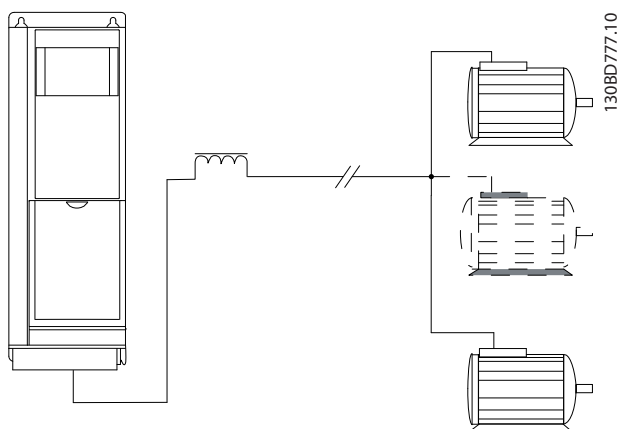
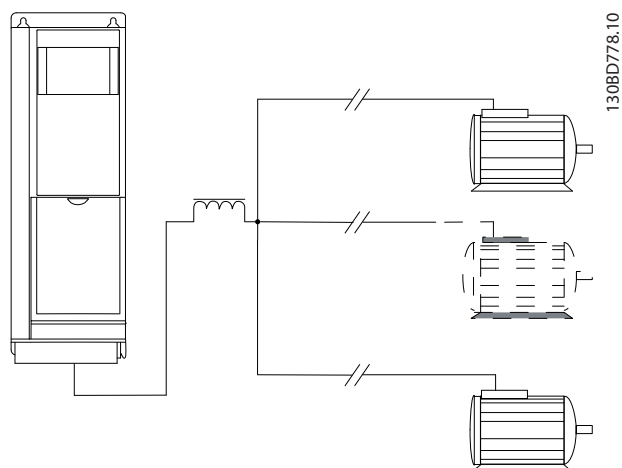

Ilustración 3.14 Cables paralelos con carga
Ilustración 3.15 Filtro LC para cables paralelos largos
10 m cada uno), consulte la *Ilustración 3.14* y la *Ilustración 3.15*.
- Tenga en cuenta la caída de tensión en todos los cables de motor, consulte la *Ilustración 3.15*.
- Para cables paralelos largos, utilice un filtro LC. Consulte la *Ilustración 3.15*.